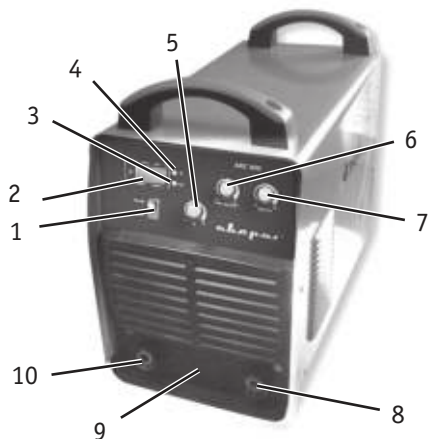

Рис. 1.1
2. Подсоедините сварочные кабели. На передней панели сварочного аппарата имеются две панельные розетки «+» и «-» (8 и 10) (рис. 1.1). Существует два способа подключения сварочных принадлежностей:
4. Установите способ сварки ММА с помощью регулятора (1) (рис. 1.1.).
5. Установите требуемую величину сварочного тока с помощью регулятора (5) (рис. 1.1) Установите значение сварочного тока, в зависимости от диаметра электрода, типа металла, требований технологического процесса и нормативной документации
6. Установите значение «горячего старта» (6) (рис. 1.1). Регулируя величину «горячего старта» добейтесь, чтобы зажигание дуги происходило легко, с одного касания, электрод не прилипает к металлу.
7. Установите значение «форсаж дуги» (7) (рис. 1.1). Регулятор форсаж дуги служит для облегчения процесса сварки, особенно при малых значениях сварочного тока, установите значение форсаж дуги в зависимости от конкретных условий сварки.
Аппараты данной серии предусматривают возможность подключения пульта дистанционного управления. При использовании пульта дистанционного управления, подключите кабель дистанционного управления в соответствующий разъем в нижней части передней панели сварочного аппарата (9) (рис. 1.1) и зафиксируйте его.
1. Выберите режим TIG на передней панели аппарата. (1) (рис. 1.1).
2. Вставьте разъем горелки со специализированным силовым коннектором с проводом в соответствующий разъем со значком «-» (8) (рис. 1.1) на задней панели, поверните его до упора по часовой стрелке, плотно зафиксируйте.
3. Вставьте обратный кабель в гнездо, помеченное значком «+» (10) (рис. 1.1) на передней панели, и крутите его по часовой стрелке. Закрепите заземляющий кабель на заготовке.